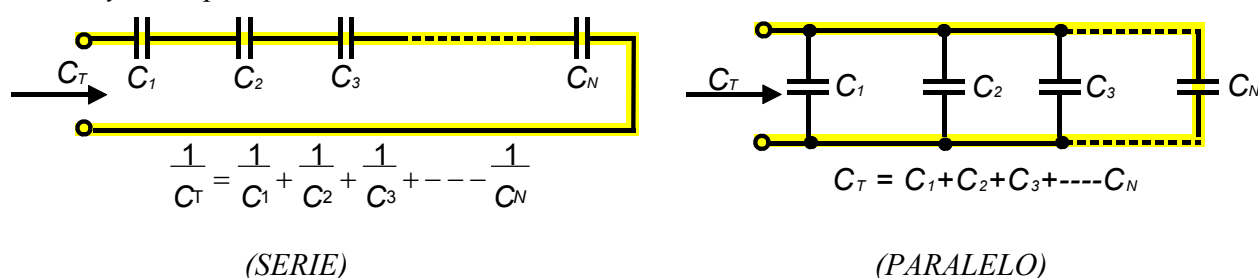

Figura 6, Capacitores en serie y paralelo
Los capacitores son componentes que estan constituidos de 2 placas conductivas paralelas, separadas por un material aislante. Un capacitor mantiene las cargas sobre sus placas. La capacidad de retención  $C$  se mide en Farads (F). El Farad es una unidad muy grande para las aplicaciones de muchos capacitores por lo que se usan picofaras (pF). La capacitancia total se coloca en la forma opuesta al de los inductores, figura 6. Los capacitores en *paralelo aumenta* la capacitancia total y capacitores en *serie disminuye* la capacitancia total.